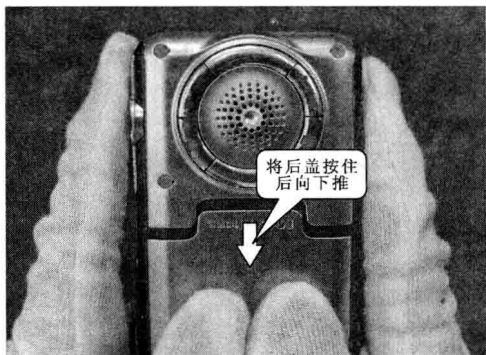

图 1-1 拆卸步骤①
步骤① TCL—X7 的电池位于后盖下方，用手握紧手机机身，将两手的拇指放在后盖上，按住向下推，如图 1-1 所示。